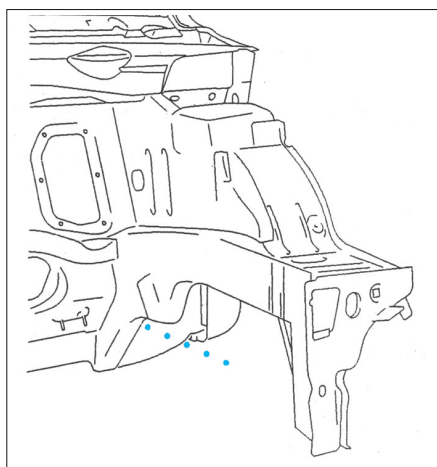

FIG. 40
- Poser l'embout de brancard (Fig.40).